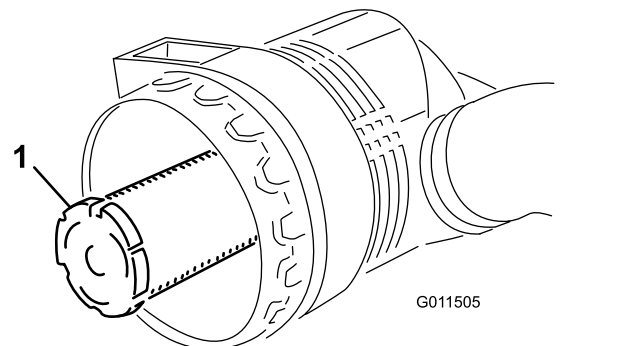

Figura 72
**Importante:** Nunca tente limpar o filtro de segurança (Figura 72). Substitua o filtro de segurança após três operações de manutenção do filtro primário.